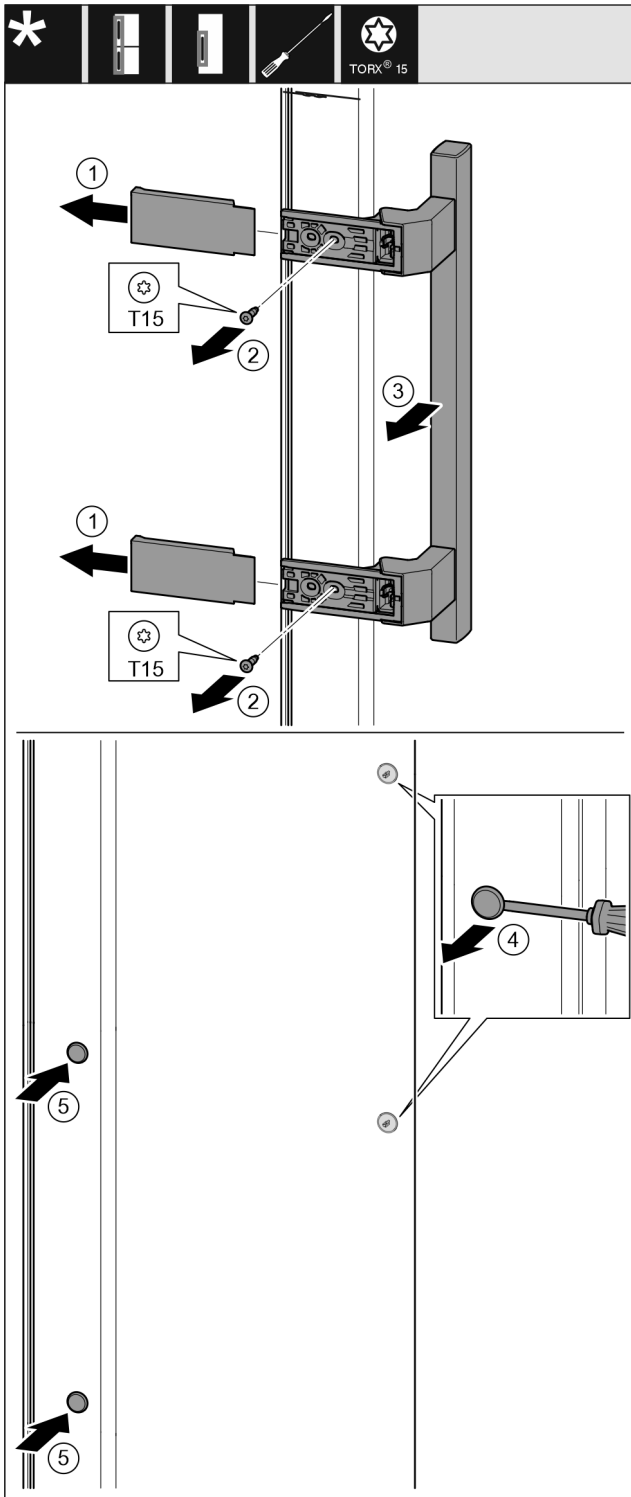

Fig. 10
- ▶ Levantar la cubierta. Fig. 10 (1)
- ▶ Desatornillar los tornillos con un destornillador Torx 15. Fig. 10 (2)
- ▶ Retirar el tirador. Fig. 10 (3)
- ▶ Levantar con cuidado el tapón lateral del electrodoméstico con el destornillador plano y sacarlo. Fig. 10 (4)
- ▶ Volver a colocar el tapón en el otro lado. Fig. 10 (5)